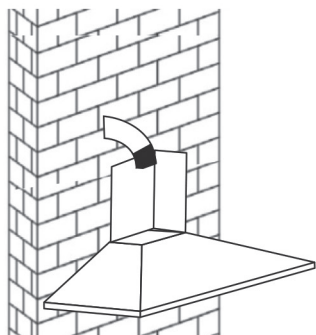

Рис. 14
8. Установите декоративные кожухи вытяжки, прикрепив их установленной верхней планке двумя саморезами (рис. 14).